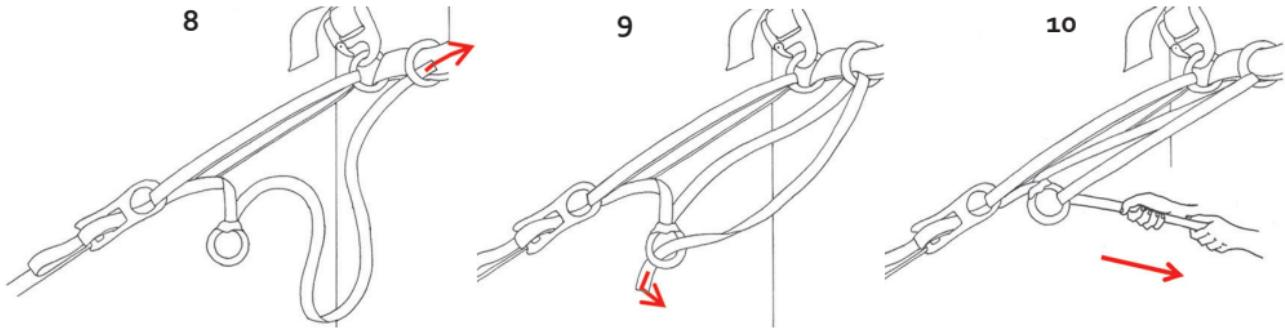

Fig. 13
- Para empezar, ensartar la cinta restante en el Express-Ring ensartado en el cinturón y dejarla pasar por el segundo Express-Ring (Fig. 13, 8–9).
- Para tensar la Slackline, tirar de modo habitual de la cinta restante en la prolongación de la Slackline (Fig. 13, 10).